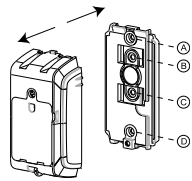

Figure 4 : Séparation de l'appareil et du support
- Utilisez les trous A et D de la Figure 4 pour un montage standard. Utilisez en plus les deux trous B et C de la Figure 4 pour mettre en place une auto-protection.